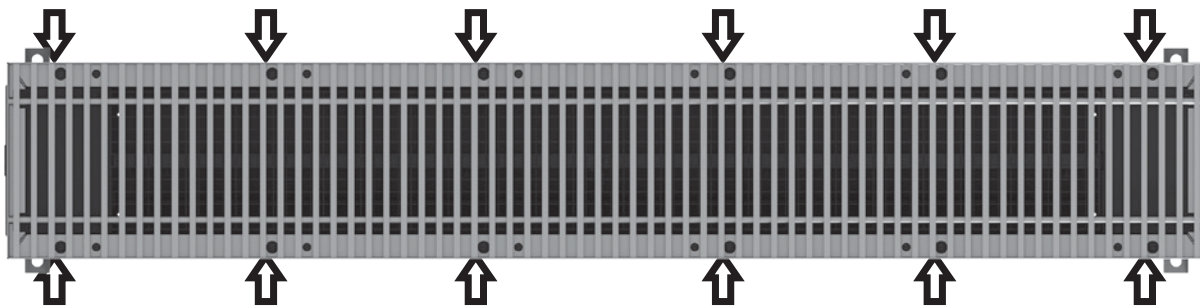

Figure 6D : Fixation pour l'assemblage de la grille
4. Placez l'unité sur le châssis à l'emplacement prévu, fixez-la au châssis via les trous de montage fournis. Reportez-vous à la figure 6D pour connaître l'emplacement des trous.